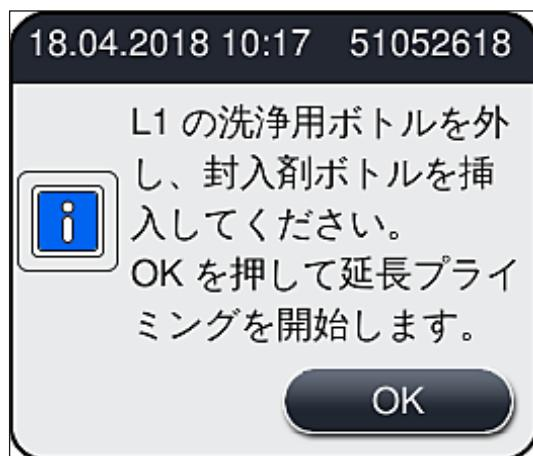

図 104
- » その後、洗浄試薬ボトルを装置から取り外し、封入剤の入った新しいボトルを挿入するようオペレーターに促すメッセージが表示されます。ボトルを挿入した後に、情報メッセージ（→ 図 104）を はい で確認します。洗浄試薬ボトルの内容物は、検査室安全規定に従って廃棄してください。